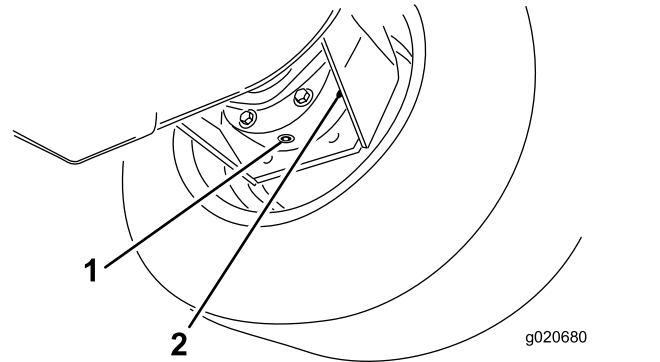

Bild 106
3. Stellen Sie eine Auffangwanne unter das Bremsgehäuse, entfernen Sie die Ablassschraube und lassen das Öl ablaufen (**Bild 106**).